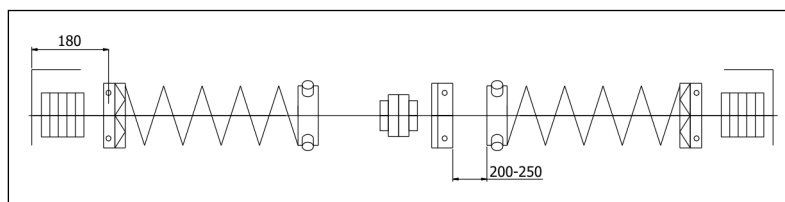

Рис. 28
- поддерживая вал, произвести разметку 2 отверстий для монтажа промежуточного кронштейна. Кронштейн устанавливается со смещением от центральной оси проема. Рекомендуемое расстояние от торца натяжного наконечника пружины до кронштейна должно быть 200–250 мм (рис. 28). Разметку производить, обеспечив горизонтальность вала.
- произвести разметку 2 отверстий для крепления к перемычке проема кронштейна храповой муфты. Кронштейн устанавливать таким образом, чтобы ось крепежных отверстий располагалась на расстоянии примерно 180 мм от боковой поверхности опорной стойки. Разметку производить, обеспечив горизонтальность вала (рис. 28);